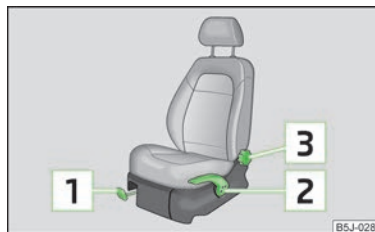

Fig. 35
- Trageți în sus de maneta » fig. 35 și deplasați scaunul în poziția dorită.
- Dacă doriți să ridicați scaunul, ridicați maneta **2** » fig. 35 în sus, respectiv pompați.
- Eliberați spătarul (nu vă sprijiniți) și rotiți rozeta **3** » fig. 35 pentru a regla înclinația spătarului.